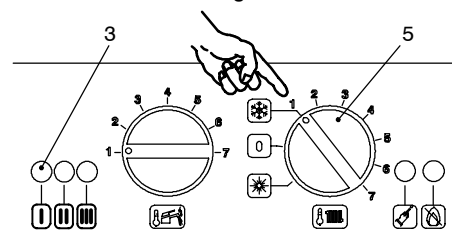

fig. 6.5
17 Ruotare il selettore di funzione 5 come in fig. 6.5
- 16 Dare alimentazione elettrica alla caldaia (interruttore bipolare); la lampada di segnalazione 3 in fig. 6.5 si accende circa ogni quattro secondi.